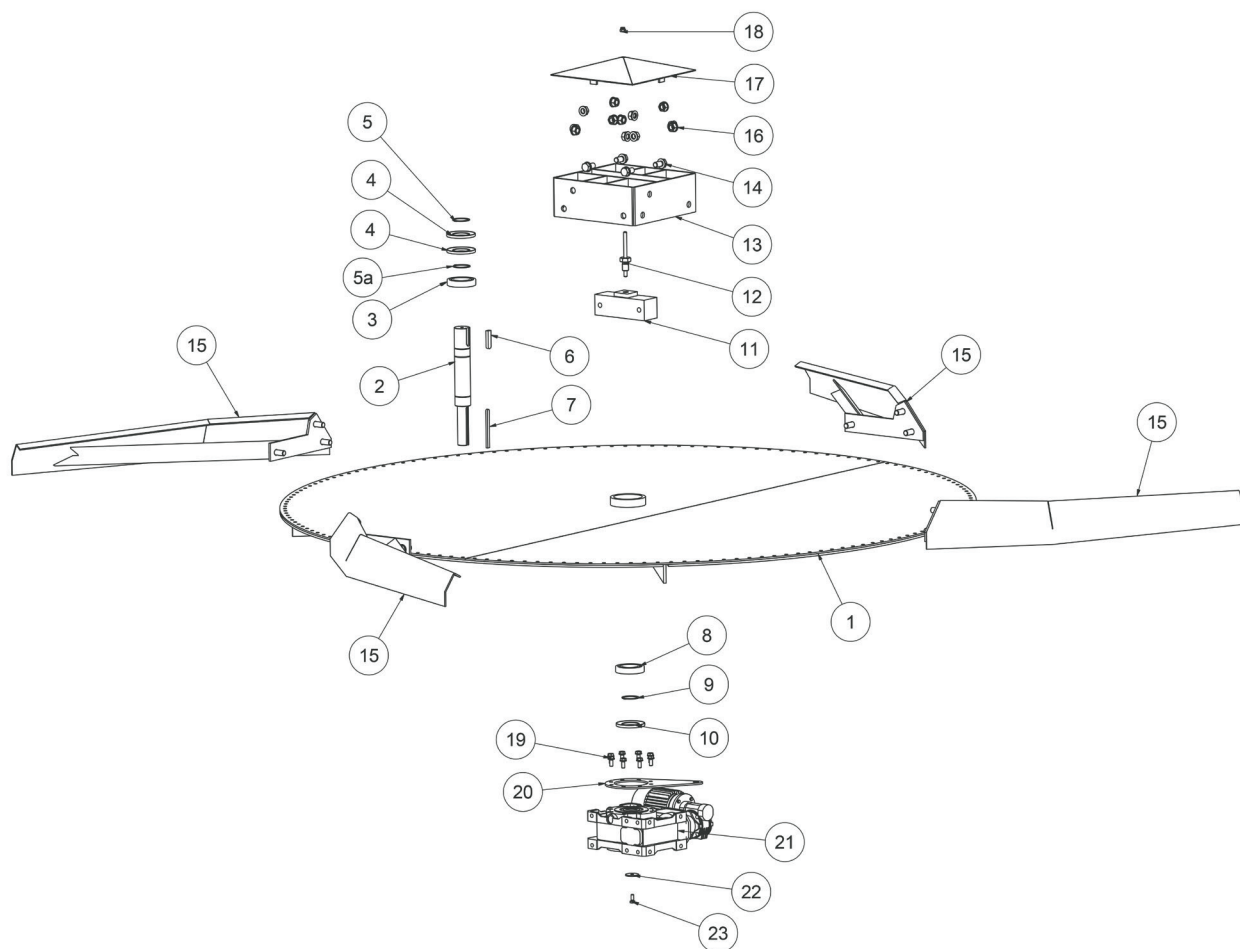

Bild 03
Jämför med bild 03 och sätt först ihop axeln (pos. 2) med lagret (pos. 3) som sätts fast med spårringen (pos. 5a). Montera den ihopsatta axeln i navet på bottenplattan (pos. 1) och sätt därefter skrapringarna (pos. 4) på axeln och avsluta med spårringen (pos. 5). Säkring av axeln görs genom att montera det understa kullagret (pos. 8) med tillhörande spårring (pos. 9) och skrapring (pos. 10).